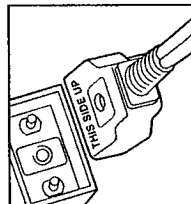

Figura 1
Asegúrese que el lado que dice "THIS SIDE UP" esté hacia arriba. (vea la figura 1)
**PRECAUCIÓN:** EL CABLE DE POTENCIA Sure Release es solamente para cuando se desconecta accidentalmente y no está para ser removido durante el funcionamiento normal. Si el cable se desconecta, el usuario debe desenchufar inmediatamente el enchufe del tomacorriente y entonces volver a conectar el cable magnético a la freidora. (vea la figura 1)